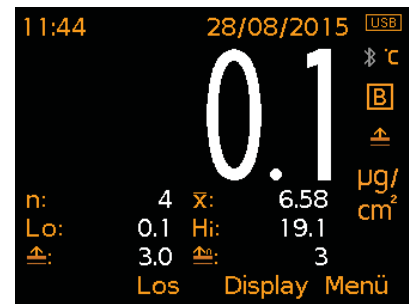

Bild 3: Messwerte und Ausgewählte Statistik
- Ausgewählte Statistik (Bild 3):** Bis zu 8 Statistikwerte können angezeigt werden, wie vom Benutzer über Display/Statistik/Statistik Auswählen definiert. Verfügbare Optionen: Anzahl der Messungen, Mittelwert, Kleinster Messwert, Höchster Messwert, Bereich, Standardabweichung, Variationskoeffizient, Grenzwert, Messungen über Grenzwert.